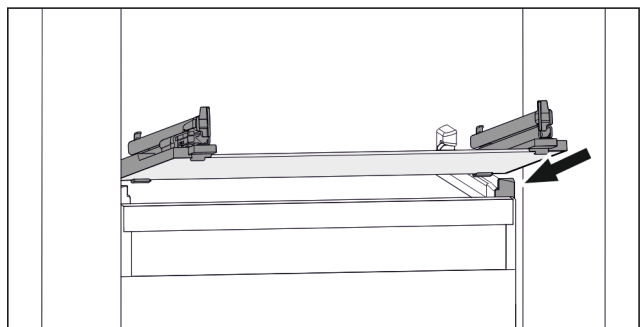

Fig. 109 Приблизне відображення скляної пластини
- ▶ Встановити скляну пластину за стопорами навкоси. (див. Fig. 109)